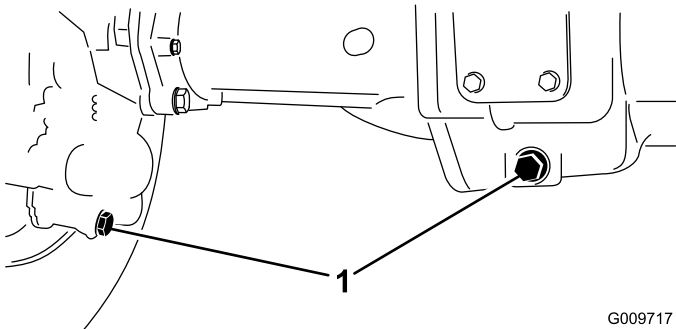

Bild 112
2. Reinigen Sie den Bereich um die drei Ablassschrauben, d. h. jeweils eine an jedem Ende und eine in der Mitte (Bild 112).